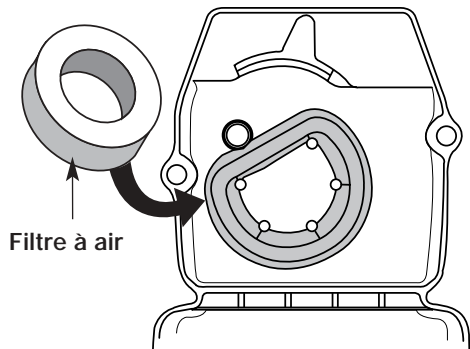

Fig. 21
2. Enlevez le filtre à air de derrière le filtre à air/couvercle du silencieux. (Fig. 21).
6. Remplacez le filtre à air dans le filtre à air/couvercle du silencieux (Fig. 21).